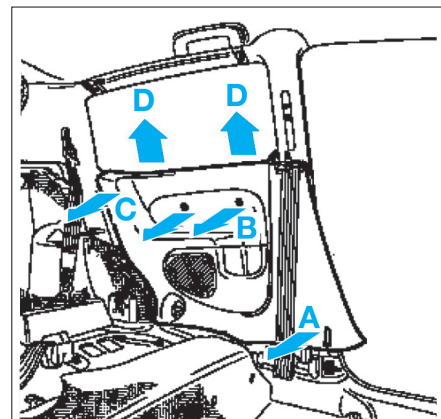

FIG. 4
- Dégraffer la garniture (A), (B) et (C) (Fig.4).